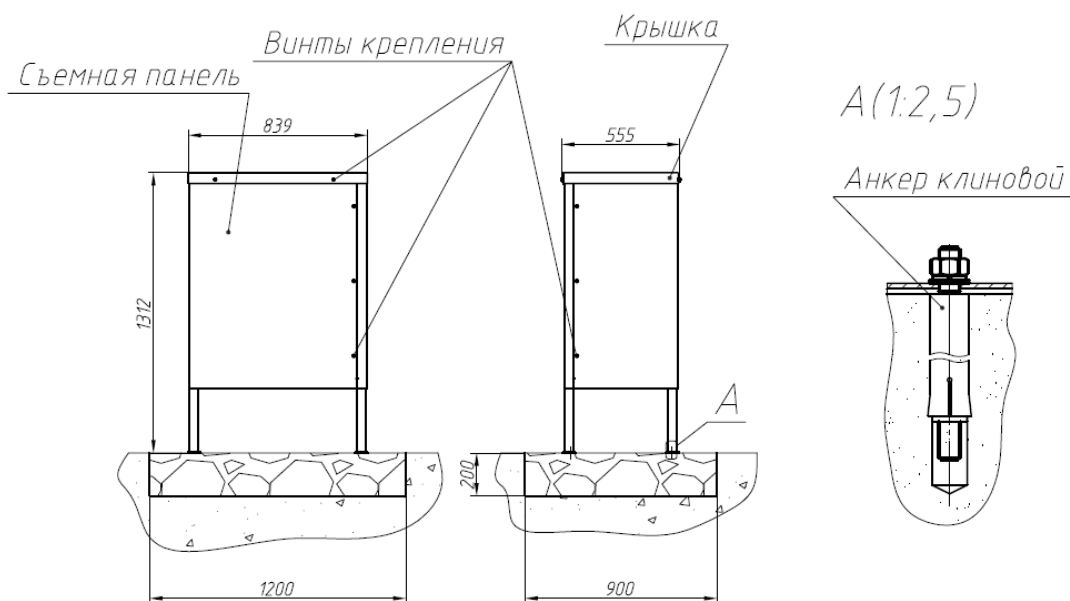

Рисунок 9
1.1.10 Установить кожух гидростанции (опция) в выбранном месте (размер твердого основания для установки кожуха не менее 1200x900x200мм), закрепив его к площадке при помощи анкерных болтов М12x200мм (рис. 9). Для крепления кожуха гидростанции необходимо 4 анкерных болта М12x200. Снять крышку кожуха, предварительно открутив винты крепления, затем съемную панель. Установить гидростанцию внутрь кожуха в соответствии с инструкцией гидростанции. После завершения пуско-наладочных работ кожух собирать в обратном порядке.